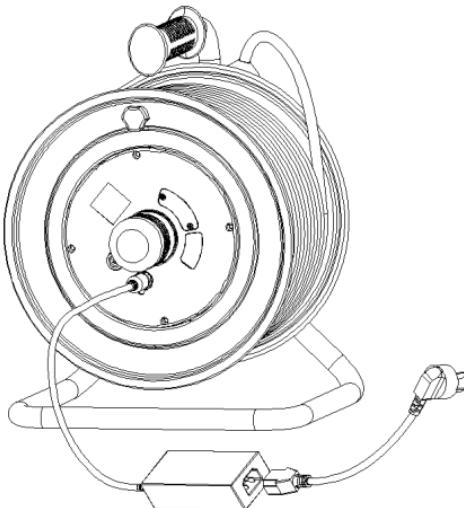

图10 分机外部供电示意图
- 按照图10所示，将12V电源适配器输出端连接到分机的电源输入接口。
- 按照图10所示，将三脚电源线一端接入电源适配器，另一端插入220V AC电源插座，且确保插座能提供1.5A以上的电流。